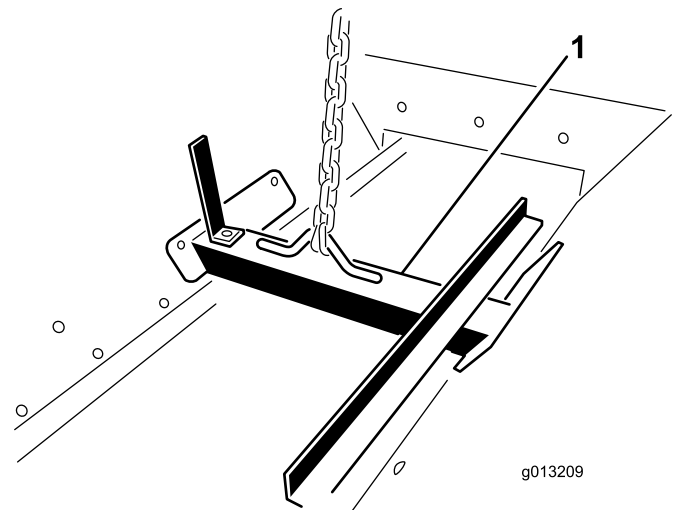

図 8
1. トップドレッサのホッパーの内側についているつり上げ用のブラケットに吊り上げ装置を接続する 図 8。